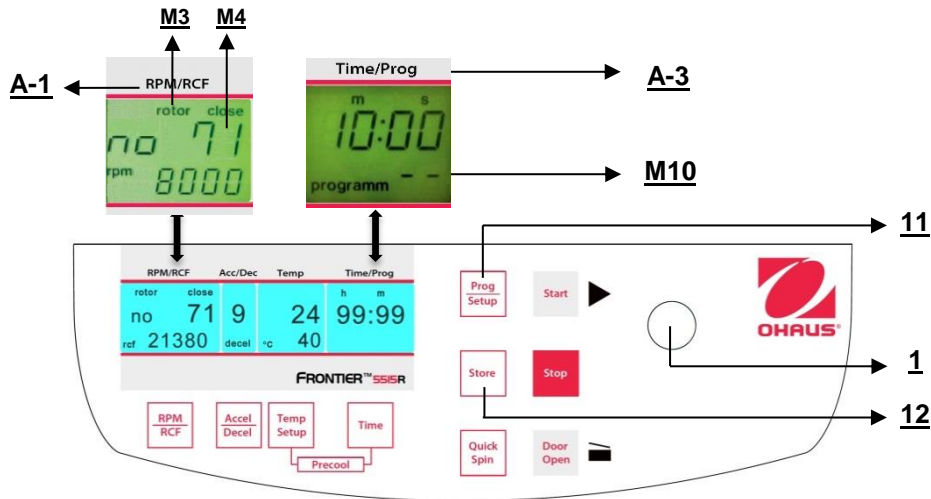

Abbildung. 25
Um gespeicherte Programme aufzurufen, drücken Sie die Taste "Prog/Setup" (11) (siehe Abbildung 25), während der Deckel bereits geschlossen ist. Innerhalb der Anzeige "Time/Prog" (A-3) erscheint "programm -" (M10). Die gewünschte Programmnummer kann vorab mit dem Anpassungsknopf (1) ausgewählt werden.
Um den Programmmodus zu verlassen, drücken Sie lediglich die Taste **"Prog/Setup"** (11) (siehe Abbildung 25). Dann erscheint innerhalb der Anzeige **"Time/Prog"** das Wort **"programm"** .